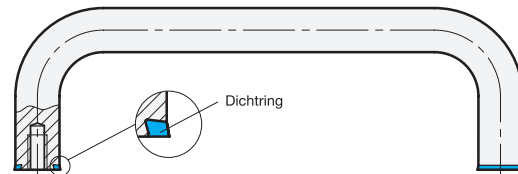

Abb. 1
- Der Bügelgriff darf nur in Verbindung mit dem mitgelieferten Dichtring eingesetzt werden. Der Dichtring ist kegelig ausgeformt. Es ist daher auf die richtige Einbaulage zu achten (Abb.1).